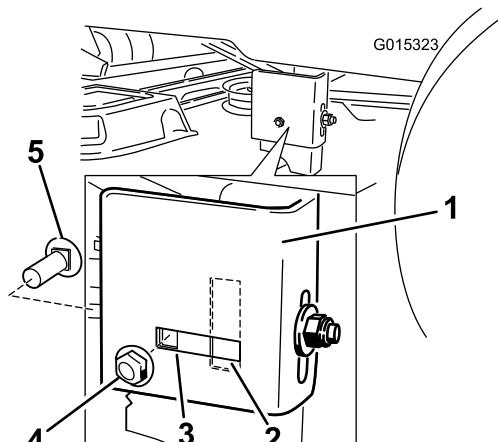

Figure 50
- Remarque:** Vérifiez si le boulon de carrosserie latéral se trouve dans l'emplacement fixe ou allongé (Figure 50).
- Si le boulon de carrosserie latéral est à la position fixe, retirez-le ainsi que l'écrou de blocage latéral de cette position et placez les dans l'emplacement de réglage allongé (Figure 50).